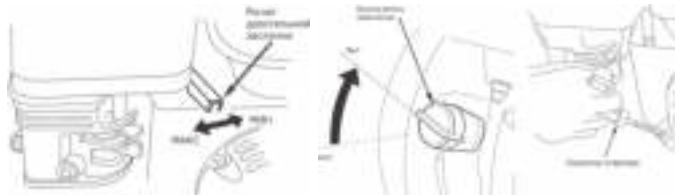

Рис. 11
5. Поверните рычаг дроссельной заслонки на  $\frac{1}{3}$  хода в сторону положения «**Макс**» (Рис. 11).
6. Поставьте выключатель зажигания в положение «**Вкл**» (Рис. 11).